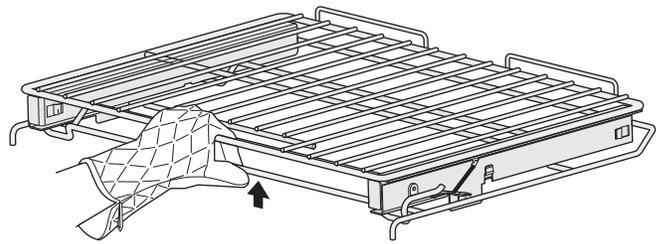

Figura 10: Parrilla deslizante extensible
1. Con una mano, introduzca su mano en la abertura de la manija y levante la palanca de liberación ubicada en la parte inferior delantera de la parrilla, como se muestra en figura 10.